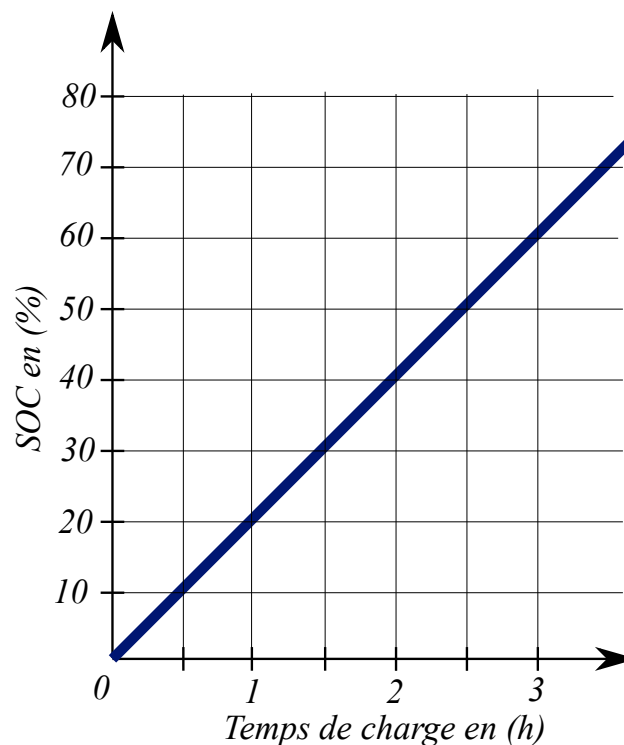

FIGURE 4 – Évolution du SOC en fonction du temps de charge
- P.11- A partir de la Figure.4, donner l'équation du SOC en % en fonction du temps.